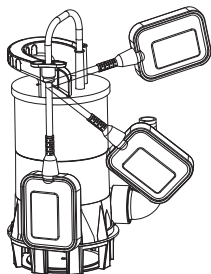

Abb. 5
- Achten Sie darauf, dass der Schwimmerschalter (4) immer genügend Spiel hat und nicht ständig betätigt wird. Dies könnte die automatische Abschaltung verhindern und das Gerät trockenlaufen lassen. Dies würde die Pumpe beschädigen.
- Achten Sie darauf, dass sich der Schwimmerschalter (4) frei bewegen kann und nicht durch Hindernisse in seiner Beweglichkeit eingeschränkt ist.
- Achten Sie auf einen ausreichenden Abstand zwischen Schwimmerschalter (4) und Schwimmerschalterverriegelung (3), da sonst die automatische Abschaltung zum Trockenlaufen des Gerätes führen kann.
- Achten Sie darauf, dass die Position des Schwimmerschalters (4) so eingestellt ist, dass er nicht flach auf dem Boden liegt. Dies könnte verhindern, dass die Abschaltautomatik das Gerät trockenlaufen lässt.
Falls erforderlich, verriegeln Sie den Schwimmerschalter (4) in der gewünschten Position, indem Sie das Kabel in die Verriegelung des Schwimmerschalters (3) an der Seite der Pumpe schieben (siehe Abb. 5). Wenn der Schwimmerschalter einen bestimmten Wasserstand erreicht hat, schaltet sich die Pumpe automatisch ein oder aus. (siehe Abb. 5)